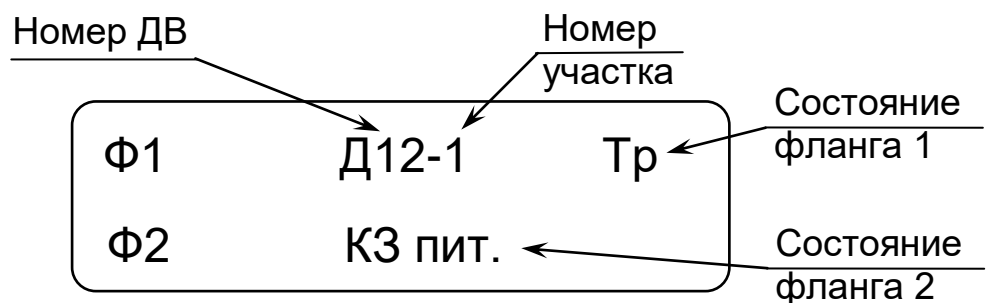

Рисунок 24 – Окно индикации состояния извещателей ВИБРОН, СЕЧЕНЬ
2.13.1 *Индикация напряжения питания* производится после перевода ПК в режим индикации одновременно с индикацией обозначения подключенного извещателя. Если напряжение питания 10,2 В и выше, после индикации в течение пяти секунд значения напряжения питания в вольтах ПК переходит в режим отображения остальных параметров (см. рисунок 24). Если напряжение питания ниже 10,2 В (пониженное) ПК
Индикация состояния извещателя осуществляется в виде текстового сообщения отдельно по каждому флангу (см. рисунок 24). Имеет шесть вариантов состояния: «Тр» - тревога, «!!» - помеха, «Ав» - неисправность ДВ, «Об» - обрыв линии «Пит» или «Лин» ДВ, «КЗ пит.» - замыкание линии «Пит» ДВ, «КЗ лин.» - замыкание линии «Лин» ДВ, отсутствие сообщения - норма. Одновременно с индикацией «Тр», «Ав», «!!» индицируется номер сработавшего ДВ и номер участка к которому относится данный ДВ. При включенном зуммере ПК одновременно с индикацией «Тр», «Ав», «Об», «КЗ лин.», «КЗ пит.» звучит звуковой сигнал.